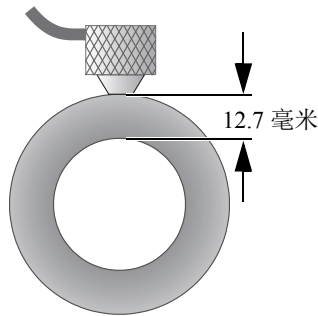

图 5-11 耦合双晶探头
2. 施用中度到较强的力度，将探头端部耦合到被测材料的表面，并尽可能使探头平放在材料表面（参见第 62 页的图 5-11）。